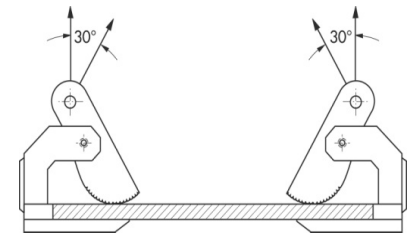
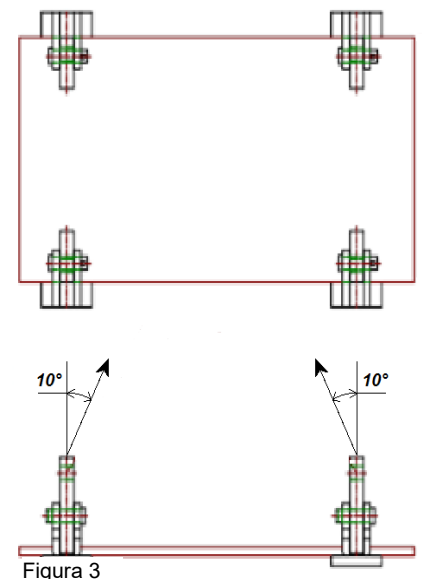

Figura 2
Figura 3
El mecanismo de palanca sujeta la placa entre el segmento y la base cuando se aplica tensión en el segmento (ver figura 2).
Asegúrese de que no se supera la carga máxima de trabajo (CMT) de cada pinza y que la dirección de carga no supera los 30° (ver figura 2). La carga lateral no debe superar los 10° (ver figura 3).
6. La placa se puede transportar de manera horizontal (ver figura 2). Observe los puntos al dorso.
- Cuando el ángulo de dirección de la carga (ver figura 2) excede los 30°, hay que reducir las pinzas y la eslinga siguiendo la tabla 4:
- Utilice siempre el número de pinzas pertinente para conseguir el equilibrio adecuado de manera que se asegure de que el ángulo de carga lateral no exceda los 10° (ver figura 3).